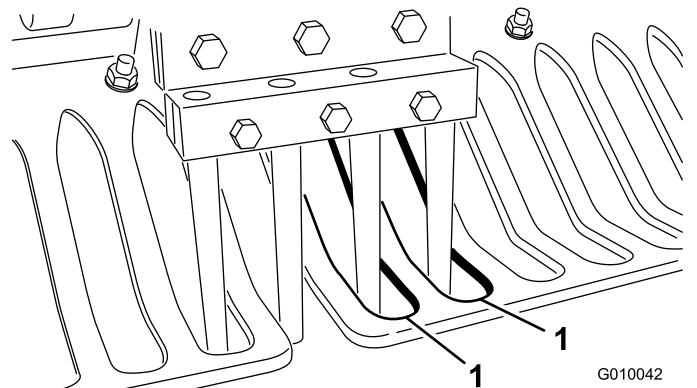

Figura 26
7. Verificai dacă dinii se aliniază cu centrul golurilor din protecțiile pentru gazon (Figura 26). Reglai protecțiile pentru gazon după cum este necesar și strângeți piulițele.